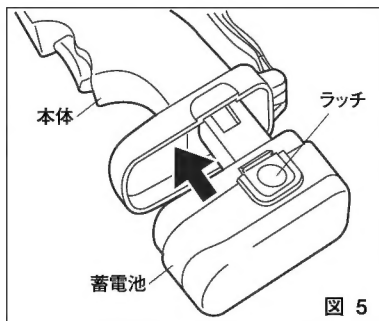

図 5
- ④ 電池を充電器から取外し、本体に取付けてください。(図5)